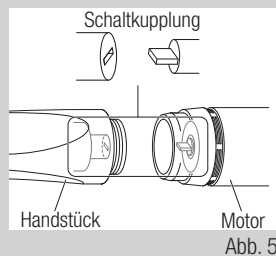

Abb. 5
- Beim Anschließen des Handstücks an den Motor, kann es sein, dass beim Einschrauben plötzlich ein Widerstand entsteht. Dies liegt daran, dass die Motorschaltkupplung des Motorhandstücks falsch ausgerichtet ist. In diesem Fall kann das gewaltsame Anziehen der Schraube den Motor beschädigen. Lösen Sie die Schraube, richten Sie die Motorschaltkupplung aus, indem Sie das Spannfutter des Handstücks oder den Fräser drehen, und ziehen Sie die Schraube dann wieder an (Abb. 5).